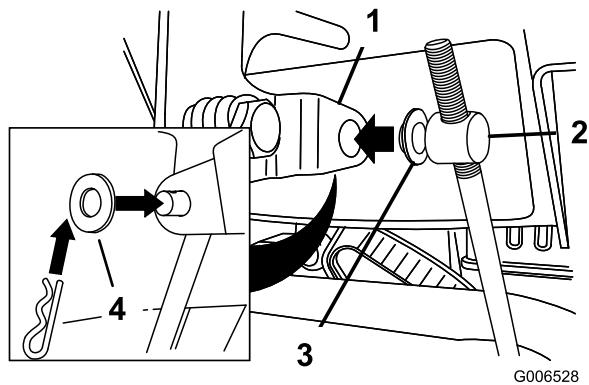

Рисунок 11
- Выньте шплинт и снимите внешнюю шайбу с цапфы на верхнем конце штока управления скоростью (Рисунок 11).
Примечание: Для облегчения монтажа оставьте плоскую шайбу на цапфе (Рисунок 11).
- Поднимите шток управления скоростью и вставьте цапфу в отверстие рычага переключения скоростей (Рисунок 11).
- Отсоедините цапфу от рычага переключения скоростей (Рисунок 11).
- Поверните цапфу на штоке управления скоростями вниз (по часовой стрелке) (Рисунок 11).
- Присоедините цапфу к рычагу переключения скоростей (Рисунок 11).
- B. Отсоедините цапфу от рычага переключения скоростей (Рисунок 11).
- C. Поверните цапфу на штоке управления скоростями вверх (против часовой стрелки) (Рисунок 11).
- D. Присоедините цапфу к рычагу переключения скоростей (Рисунок 11).